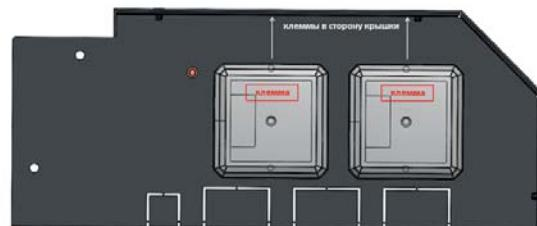

Рисунок 2
2.1 Изделие поставляется в собранном виде. В исполнении 02 для приборов Sonar SPM-Xxxxxx-AW, изоляторы шлейфа установлены на боковую стенку кожуха при помощи шайб и гаек M4 (рисунок 2).